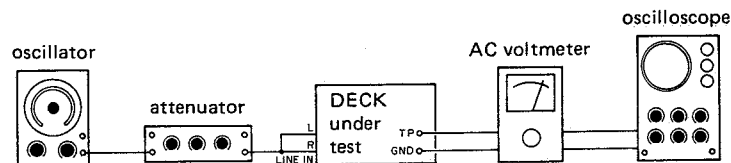

Fig. 5-6 Test setup for test point check テスト・ポイント・チェック時の接続図
6. CPS level CPSレベル (R-999X)	Setting: Same as above 同上 Connection: Fig. 5-6, but do not connect LINE IN (L/R) Tape: MTT-150 (Use mid portion) Measure in each condition specified below. 下記の各条件で測定する